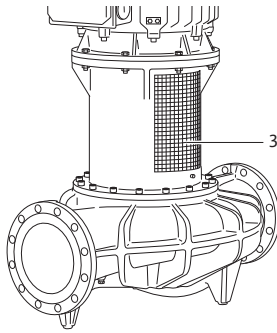

Fig. 48: Montiertes Kupplungsschutz-Blech
- **Die Pumpe nur mit montierten Kupplungsschutz-Blechen (Fig. 48, Pos. 3) betreiben.**